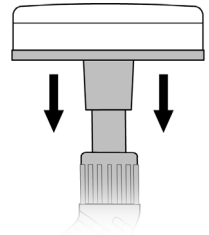

FIGURA 4
2. Presione el botón azul de bloqueo/apertura (FIGURA 4-A). Mientras mantiene presionado el botón, deslice el accesorio a la Boquilla de Vapor (FIGURA 4-B). Empuje el accesorio por encima del botón y continúe empujándolo hasta que el botón encaje en el orificio rectangular.
1. Coloque la Herramienta de Fregar encima de la punta de la Boquilla de Chorro y presiónela firmemente hacia la Boquilla de Chorro tanto como sea posible (FIGURA 4). Esto ayudará a eliminar las fugas de vapor.